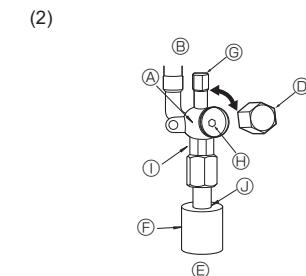

Fig. 4-7
- Vätskesida på ZRP100-140 och gas-/vätskesida på ZRP35-71 (Fig. 4-7)